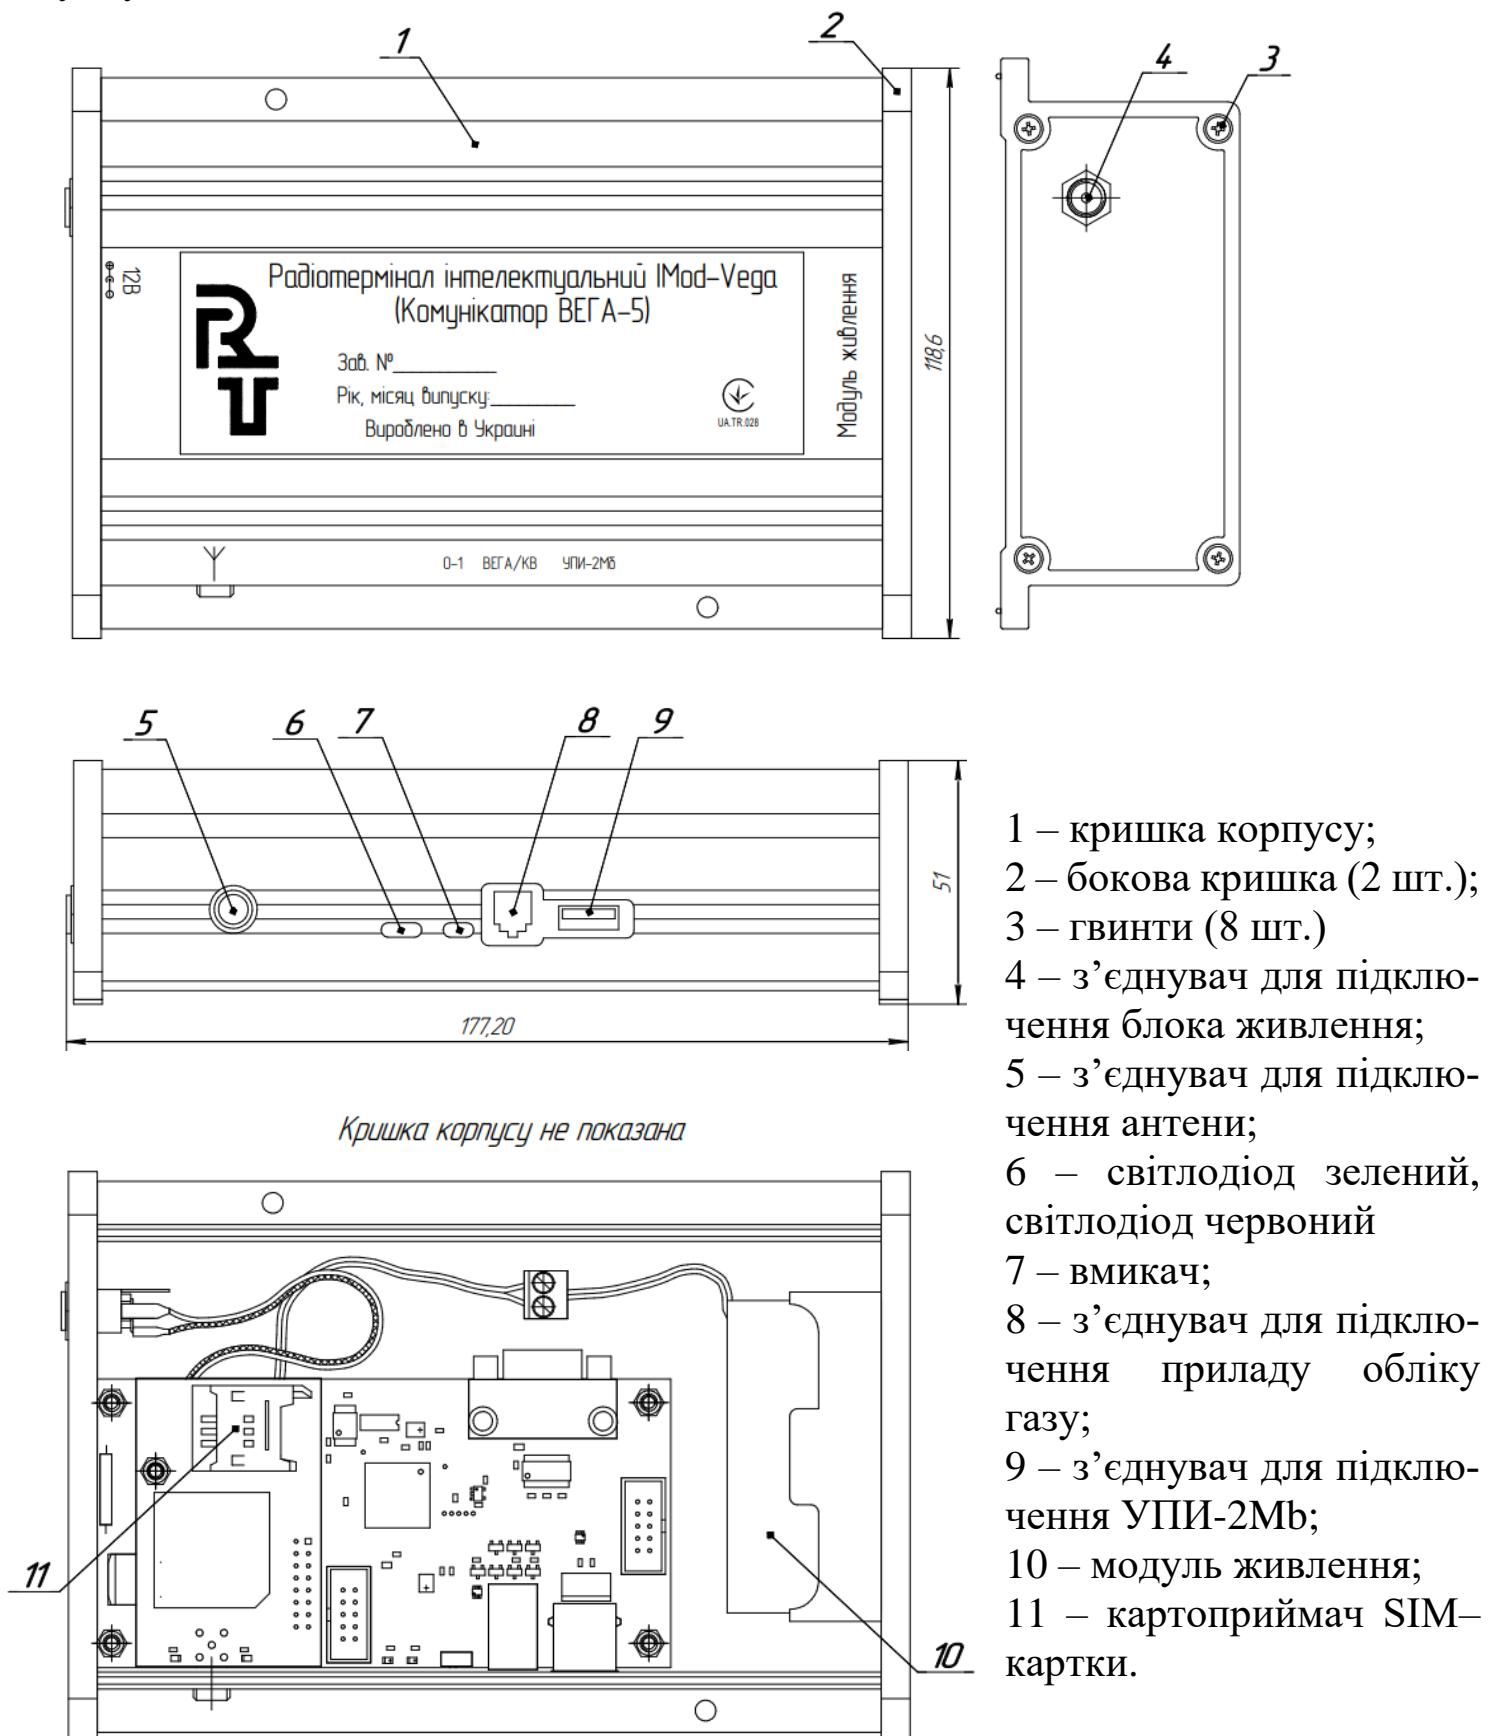

Рисунок 1
При необхідності відкрутити вісім гвинтів (див. рисунок 1 поз. 3) на бокових кришках комунікатора (див. рисунок 1 поз. 2) та зняти кришку (див. рисунок 1 поз.1). Вставте SIM-карту доступу до мережі GSM у картоприймач, (див. рисунок 1 поз.11).
- підключити до з'єднувача (див. рисунок 1 поз. 5) антenu;
- підключити кабель з пристроєм гальванічної розв'язки до з'єднувача (див. рисунок 1 поз. 4) комунікатора ВЕГА;
- підключити до з'єднувача (див. рисунок 1 поз. 4) блок живлення;
- встановити перемикач включення (див. рисунок 1 поз. 7) в положення «1».
- спостерігати режими миготіння світлодіодів (див. рисунок 1 поз.6):